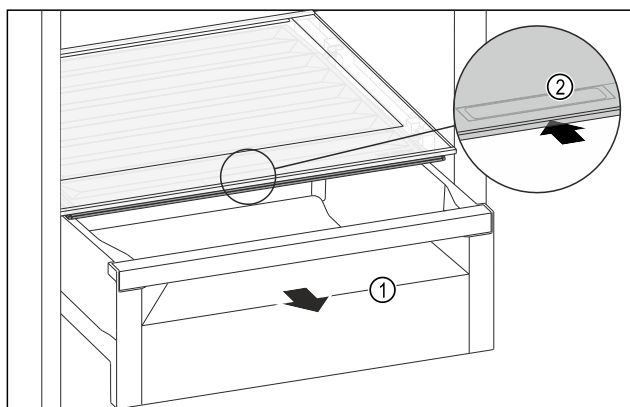

Fig. 213
- ▶ Extrageți sertarul Fig. 213 (1).
- ▶ Prindeți mânerul încastat Fig. 213 (2) de la capacul compartimentului și glisați concomitent capacul compartimentului spre partea posterioară.